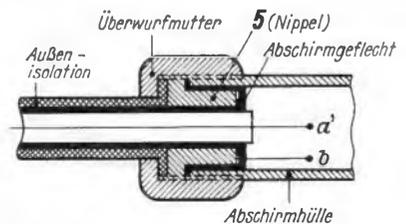

Bild 6. Schnitt durch die Kabeleinführung
In der Nähe von Mannheim wurde der Feldberg-Sender empfangen. Vor der Hauswand a (Bild 6) ergab sich eine Spannung von 300  $\mu$ V. In der Dachluke des Hauses war die Spannung eben so hoch.
Innerhalb des Dachbodens herrschten überall ungefähr 150  $\mu$ V. In den darunterliegenden drei Stockwerken wurden wesentlich geringere Spannungen gemessen. In den Parterrräumen waren nur noch 10  $\mu$ V festzustellen. Beachtlich dürfte sein, daß die Spannung an den Fenstern jeweils etwa auf den doppelten Wert der weiter innen gemessenen Spannung anstieg und zwar auch an solchen Fenstern, die auf der dem Sender abgewandten Seite des Hauses liegen. Im Hof ergaben sich rund 30  $\mu$ V (in Bild 6 angekreuzt). Die Polarisationssebene blieb an allen Stellen ungefähr waagrecht.
6. Kabelseele freilegen und mit Punkt b verbinden. Damit ist die vollständige Schaltung hergestellt. Die ganze Anordnung wird nun von der Tastspitze aus mit einem Glasrohr überzogen. Ein passender Isolierschlauch erfüllt den gleichen Zweck. Die nun schon ziemlich stabile Konstruktion wird in die Abschirmhülle eingeführt, wobei der Nippel, Teil 5, das Abschirmgeflecht gegen die Rohrwandung preßt und damit Hülle und Kabelabschirmung leitend miteinander verbindet (Bild 6). Überstehendes Geflecht wird abgeschnitten und die Überwurfmutter aufgeschraubt. Durch die zwischen Mutter und Nippel eingeklemmte Außenisolation wird das Kabel zugentlastet. Antennenkabel ist gegen Knickbeanspruchung recht unempfindlich. Ein besonderer Knickschutz ist daher nicht erforderlich, kann aber in Form einer passenden Spiralfeder angebracht werden.